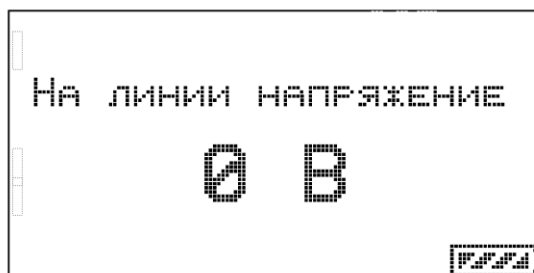
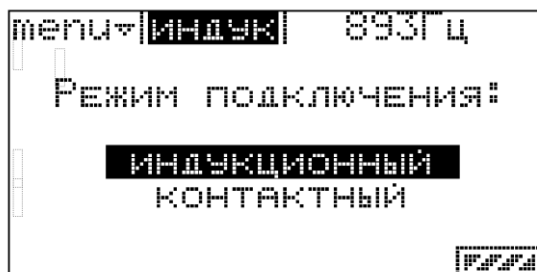

Рисунок 3
Рисунок 4
Включение прибора осуществляется переключением тумблера (1) в положение «Вкл». При этом на индикаторе (6) в течение 5 секунд отображается заставка. По истечении 5 секунд, прибор самостоятельно переводится в режим вольтметра (Рисунок 3). В случае обнаружения напряжения на клеммах (4) и (5) на индикаторе (6) выводится соответствующая надпись, и дальнейшее продолжение работы возможно только в индукционном режиме (более 100 В) (принудительно отключается возможность перехода в контактный режим подключения). Переход в рабочий режим (Рисунок 4) осуществляется нажатием кнопки «\*» (9).